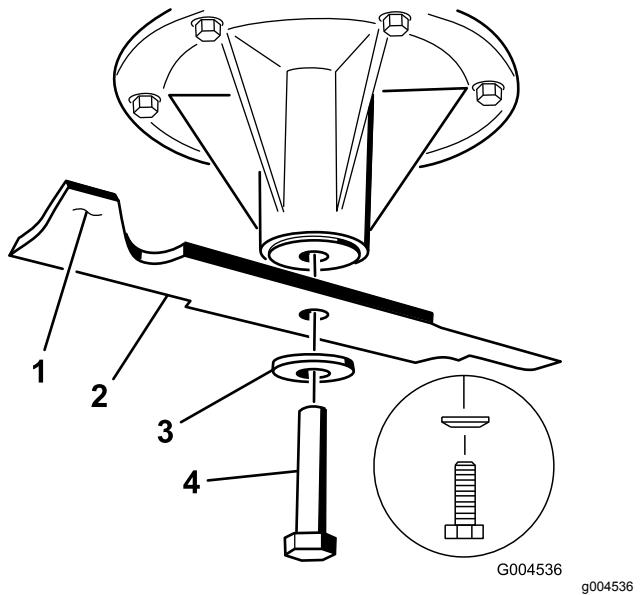

Bild 103
- Nehmen Sie die Messerschraube, Wellenscheibe und das Messer von der Spindelwelle ab (Bild 103).